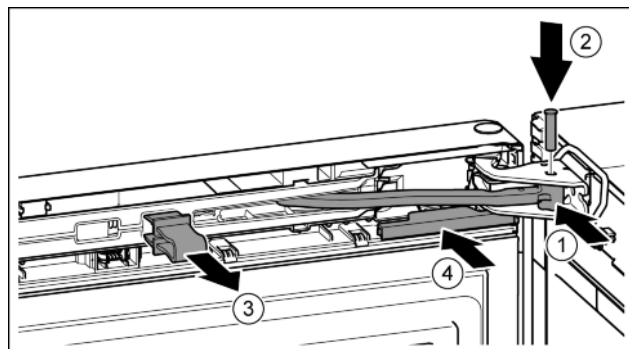

Fig. 22
- Поверніть шарнір в опорному кронштейні. Fig. 22 (1)
- Встановіть гвинт в опорний кронштейн та шарнір. При цьому виступ фіксатора повинен займати правильне положення в пазу. Fig. 22 (2)
- Зніміть запобіжник. Fig. 22 (3)
- Насуньте кришку. Fig. 22 (4)